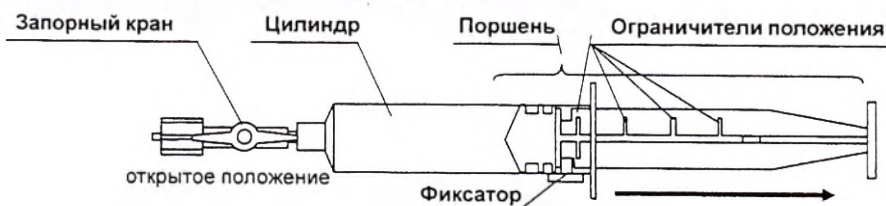

Рис. 16
5. Поверните поршень по часовой стрелке до упора и оттяните поршень (см. Рис. 16).